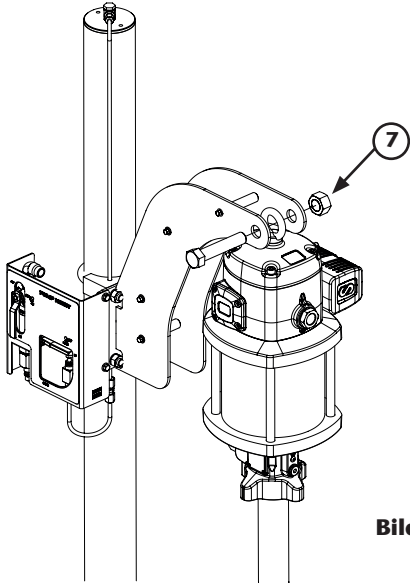

Bild 6
3. Nur für das Modell 391022. Befestigen Sie die Pumpe mit Hilfe des Bolzens und der Mutter (7) an die Tragöse (Bild 6)